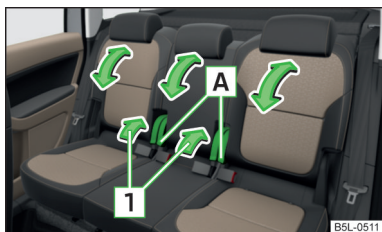

Fig. 49
➤ Trageți maneta **A** în partea de jos în sensul săgeții **1** » fig. 49 și reglați înclinația dorită a spătarului scaunului în sensul săgeții.
- Trageți maneta **A** » fig. 49 la pagina 71 și rabatați spătarele scaunelor laterale din spate până la limită de cursă, pe suprafața de șezut.
- Rabatați spătarul scaunului din mijloc spate spre înainte, în același fel, trageți apoi încă o dată maneta **A** » fig. 49 la pagina 71 și apăsați spătarul în jos, până când acesta se fixează cu zgomot într-o poziție inferioară.